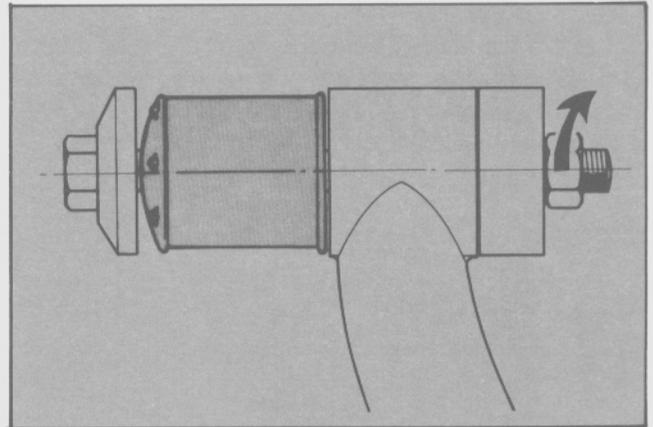

Fig. 34. Colocación del buje exterior
- Utilizando los detalles 6 y 12 de la herramienta especial T74G-3068-BAS, colocar el buje exterior (Fig. 34).